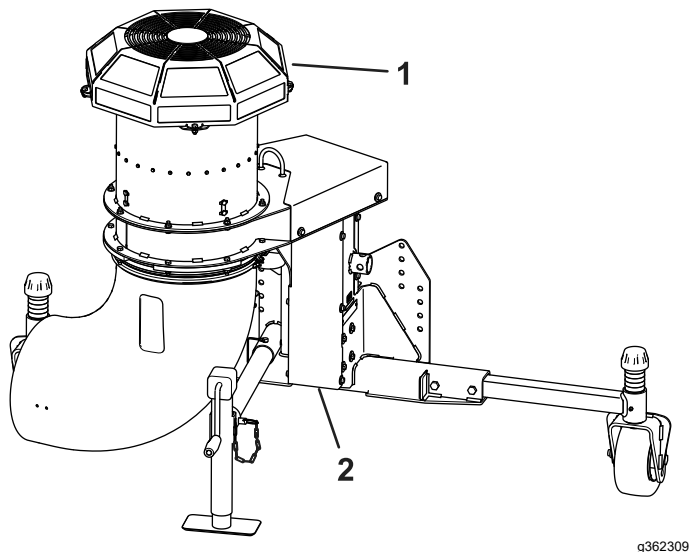

Figure 19
**Important:** N'utilisez pas la machine sans l'équiper de la protection du souffleur et du carter du boîtier d'engrenages (Figure 19).